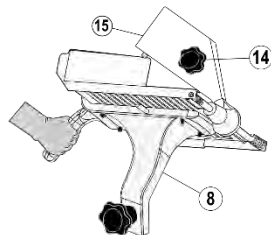

FIG 5. USO DEL CARRO
- 3.- Usando la perilla (14), empuje el pisón (15) hacia abajo sobre el producto. Deslice el carro (8) hacia adelante y atrás, use la manivela del mismo (Fig. 5).
- 4.- Mueva el carro completamente hacia atrás y seleccione el espesor de corte deseado (6).